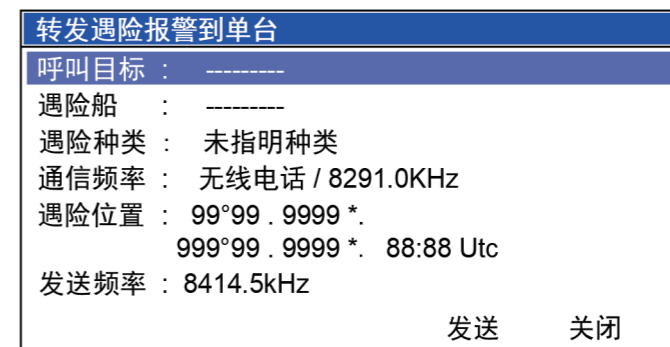

图4.2.3
- b: 使用频道旋钮选择<转发遇险报警到单台>项，按 [确认] 键打开编辑界面，如图4.2.3所示。